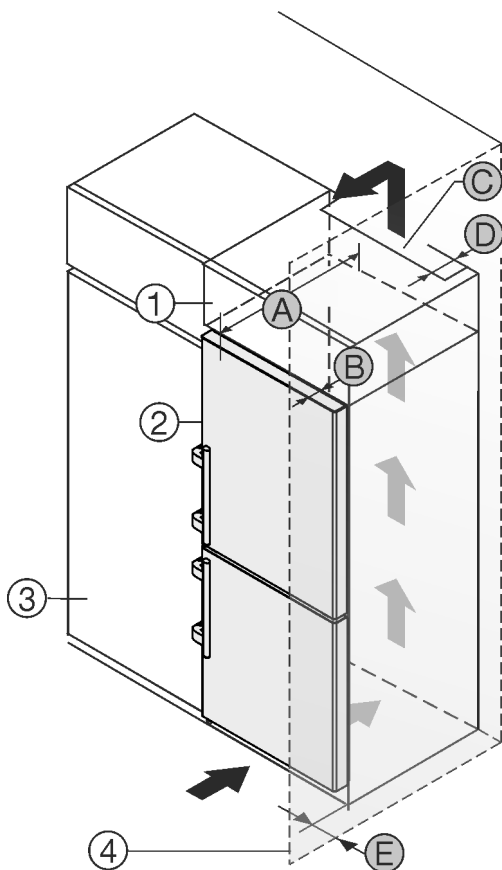

Fig. 47
Urządzenie może zostać obudowane szafkami kuchennymi. Aby dopasować urządzenie Fig. 47 (2) do wysokości ciągu szafek kuchennych, można nad urządzeniem umieścić szafkę nasadzaną Fig. 47 (1).
Urządzenie można ustawić bezpośrednio obok szafki kuchennej Fig. 47 (3). By móc całkowicie otworzyć drzwi, urządzenie musi wystawać przynajmniej o głębokość Fig. 47 (B) za front szafki kuchennej. W zależności od głębokości szafek kuchennych oraz od zastosowania elementów dystansowych urządzenie może wystawać jeszcze bardziej.
- Na tylnej ścianie szafki nasadzonej wymagany jest wywiewny kanał wentylacyjny o głębokości Fig. 47 (D) na całej szerokości szafki.
- Pod sufitem pomieszczenia należy zachować przekrój wentylacyjny Fig. 47 (C).
Jeżeli urządzenie będzie ustawiane z zawiasami do ściany Fig. 47 (4), to pomiędzy urządzeniem i ścianą należy zachować odstęp Fig. 47 (E). Na taką odległość wystaje klamka przy otwartych drzwiach.